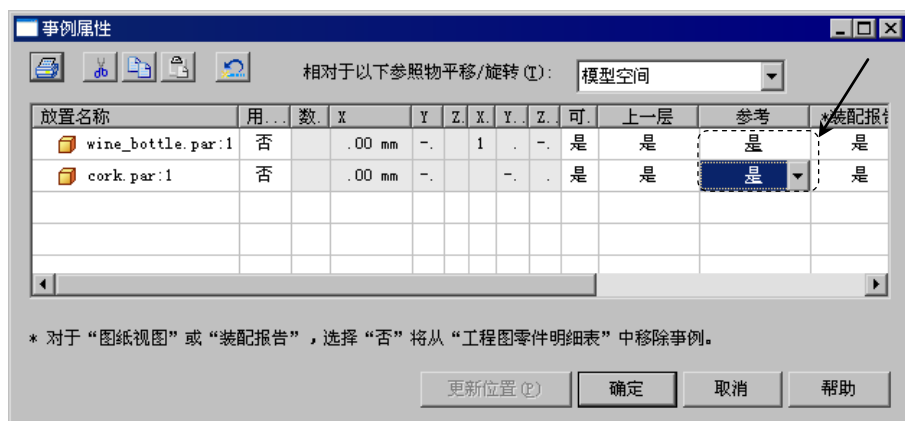

图 5.6.3 “事例属性”对话框
Step3. 在装配环境“路径查找器”中选中和选项，然后单击右键，在弹出的快捷菜单中选择事例属性命令，系统弹出图 5.6.3 所示的“事例属性”对话框。
Step4. 在“事例属性”对话框中设置图 5.6.3 所示的参数，然后单击按钮。